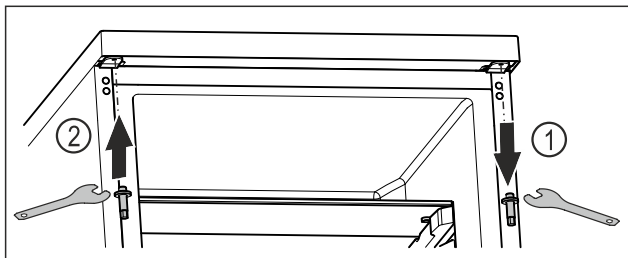

Fig. 18
- ▶ Выкрутите верхний болт ключом с наружным шестигранником. Fig. 18 (1)
- ▶ Затяните болт на противоположной стороне ключом с наружным шестигранником. Fig. 18 (2)